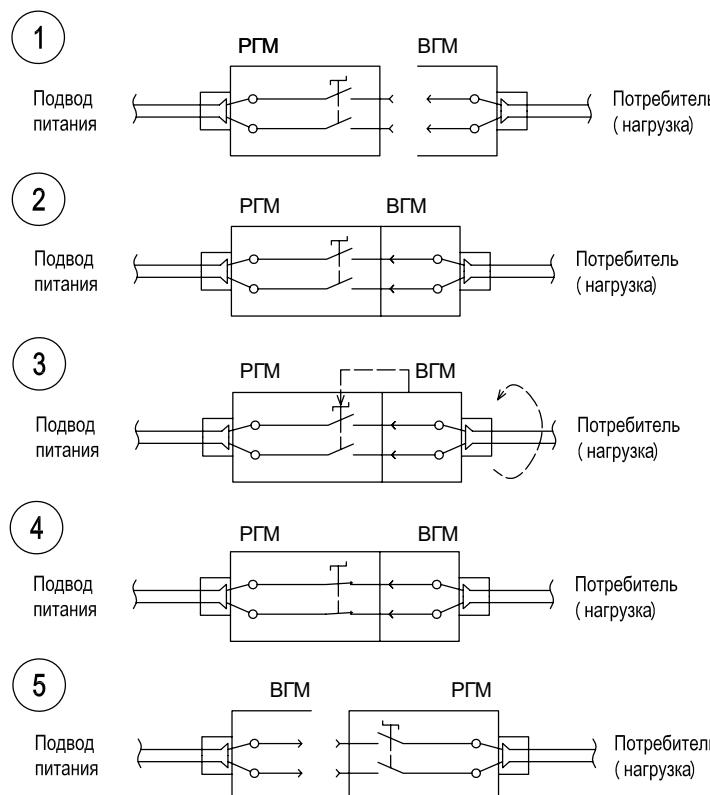

Рис. 1
- Удалить крышку «B» с разъема «A» (рис. 1).